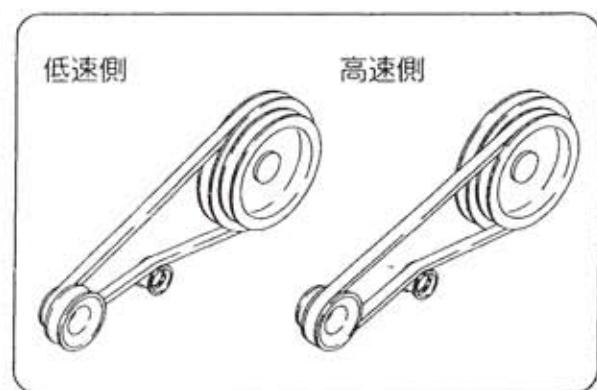

図21
3) 変速のしかた(図21)
- ① ベルトの掛け替えによって前進2段、後進2段の速度が得られます。